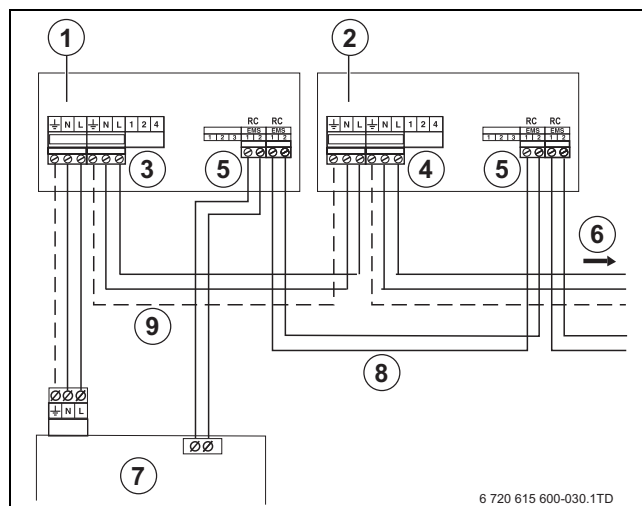

Fig. 34 Racordați mai multe module
- ▶ Racordați cablul de rețea 230 VAC [3-4] al primului modul funcțional [1] la următorul modul [2] (→ fig. 34).